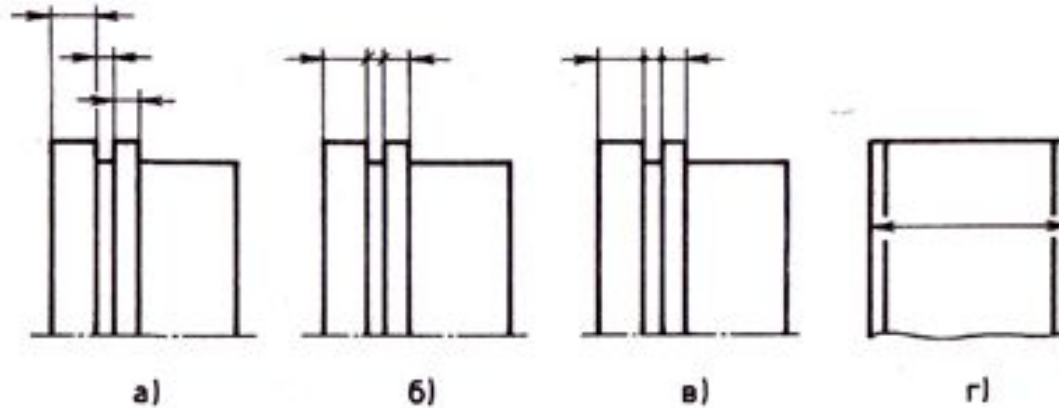

Рис. 41. Возможные варианты нанесения линейных размеров
- **Величина стрелок должна быть одинаковой на всем чертеже. Стрелки при недостатке места могут заменяться засечками или точками (рис. 41, б, в). Допускается проставлять размеры так, как показано на рис. 41, г.**